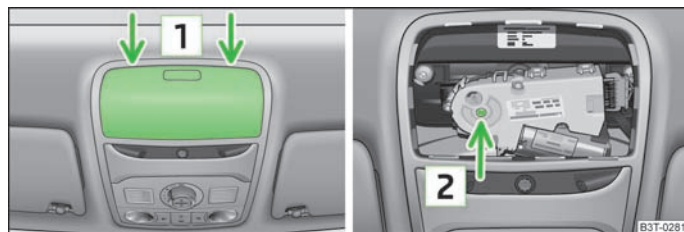

Fig. 31 Découpe du ciel de pavillon/point d'application de la clé
Si le système est défectueux, il est possible d'ouvrir ou de fermer le toit ouvrant panoramique manuellement. La commande de secours du toit ouvrant panoramique se trouve sous le casier à lunettes **1** » fig. 31.
- Insérer avec précaution un tournevis de 5 mm d'épaisseur dans la fente aux emplacements désigné par les flèches **1** » fig. 31.